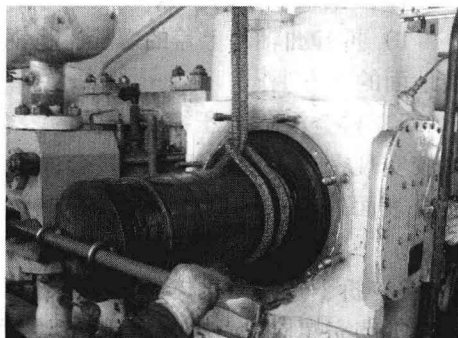
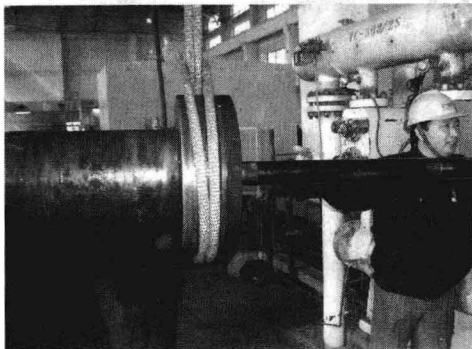

图 1-9 扳杠位置
图1-10 吊出活塞
9) 首先系好钢丝绳, 然后将扳杠插入吊环内, 如图 1-9 所示。点动起重机的电源, 慢慢提升钢丝绳, 此起重机是为检修这两台压缩机专门设置的, 点动电源的最小提升高度仅为 0.02mm, 在起重机的配合下, 将活塞拉出来。只要保证活塞处于水平位置, 拉出活塞并不困难。拉出一部分以后, 要将钢丝绳调换位置, 确保吊点在重心位置, 然后吊出来, 如图 1-10 所示。吊出后放在橡胶板上。在吊出移动的过程中, 要系好防护绳, 防止活塞杆与压缩机本机体发生碰撞。